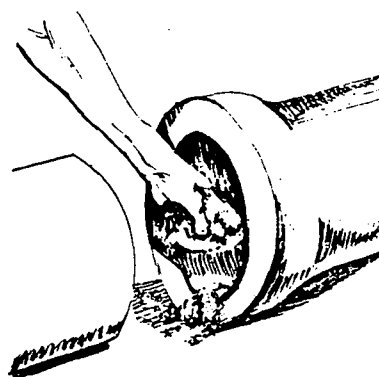

FIG. 2
1.º Passo — Limpe a ponta do tubo e o interior da bolsa (fig. 2).